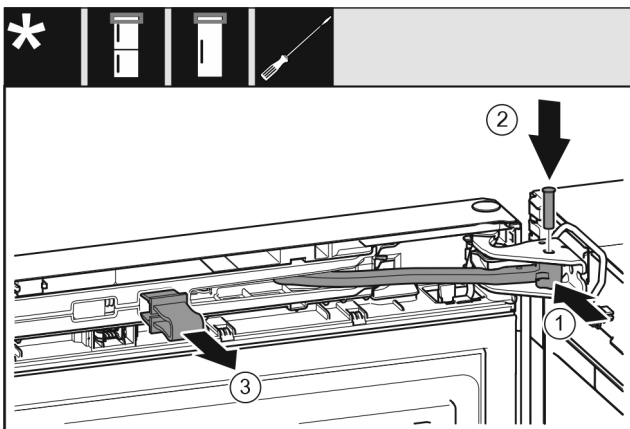

Fig. 48
- ▶ Gelenk in Lagerbock drehen. Fig. 48 (1)
- ▶ Bolzen in Lagerbock und Gelenk einsetzen. Dabei darauf achten, dass der Rastnocken korrekt in der Nut sitzt. Fig. 48 (2)
- ▶ Sicherung abnehmen. Fig. 48 (3)